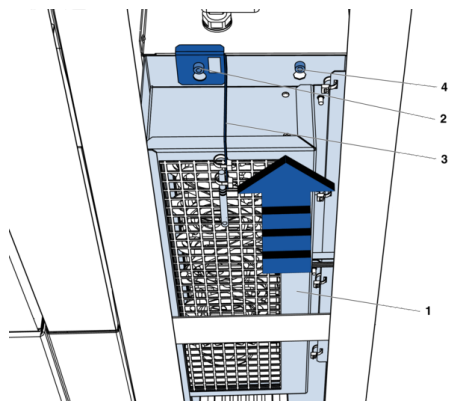

Abb. 70: Elektroheizregister demontieren
3. ▶ Bei geringer Verschmutzung können die Gitter des Elektroheizregisters (Abb. 70/1) durch absaugen gereinigt werden. In diesem Fall ist die Demontage des Elektroheizregisters nicht erforderlich.
4. ▶ Die Schraube (Abb. 70/2) herausschrauben und den Halter für den Zulufttemperatursensor (Abb. 70/3) abnehmen (hängt am Sensorkabel). Schraube (Abb. 70/4) etwas lösen, so dass der Elektroheizregister bewegt werden kann.
Elektroheizregister (Abb. 70/1) in Pfeilrichtung schieben bis die Befestigung (Abb. 70/4) gelöst ist. Das Elektroheizregister nach unten aus dem Gerät herausnehmen.